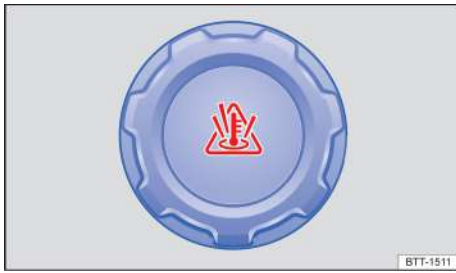

Рисунок 138. В моторном отсеке: крышка расширительного бачка охлаждающей жидкости двигателя (схематичное изображение)
- Расширительный бачок охлаждающей жидкости двигателя обозначен символом на крышке → Рисунок 138.